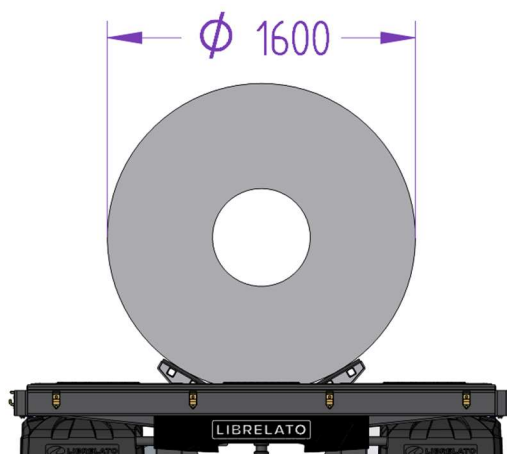

Fig. 2 - Diâmetro máximo da bobina
- Os produtos Librelato, são desenvolvidos para transporte de bobinas com diâmetro máximo de 1600 mm (Fig. 2);